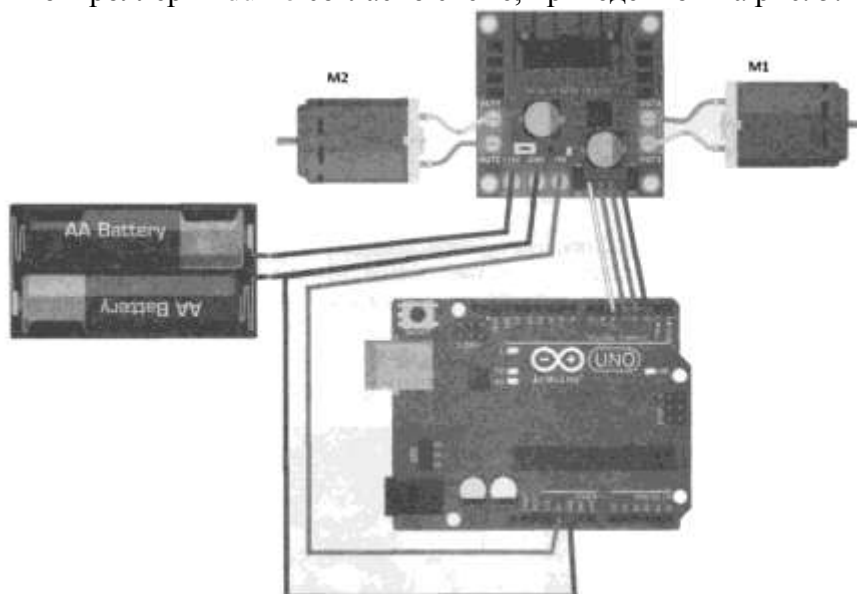

Рис. 5.23. Схема управления двигателями посредством Arduino (без регуляции ШИМ)
2. Подключаем контроллер Arduino согласно схеме, приведенной на рис. 5.23.